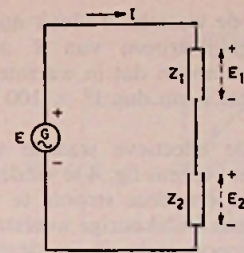

Fig.2
2. Twee schakelementen,  $Z_1$  en  $Z_2$  zijn aangesloten op een wisselspanningsgenerator E zonder inwendige weerstand. (zie fig. 2). De momentele waarde van de stroom I is  $5 \sin \omega t$  ampère, waarin  $\omega = 100$  rad/sec. De momentele waarden van de spanningen op  $Z_1$  en